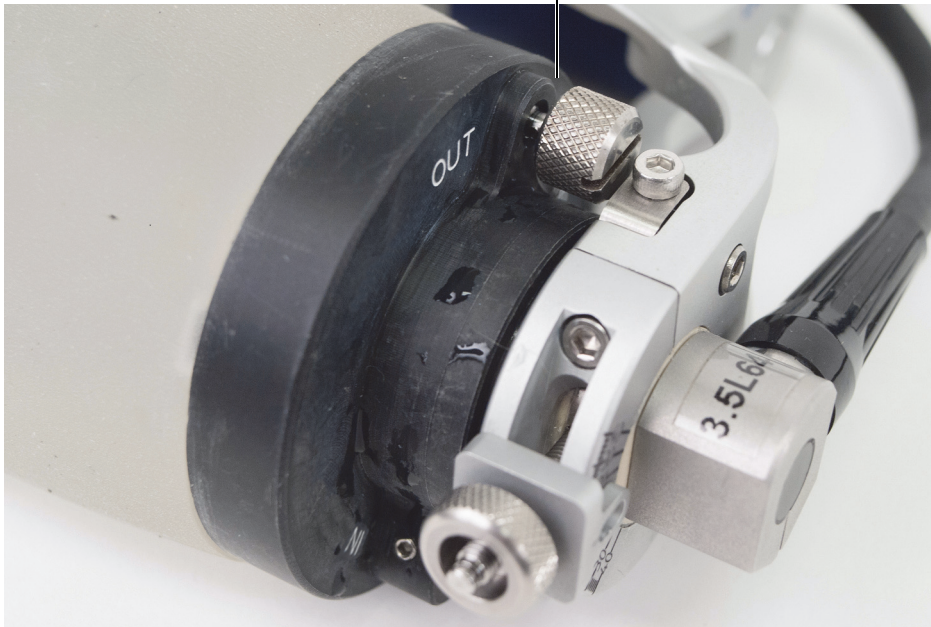

Figura 3-1 Válvula OUT aberta no flange
1. No flange da roda acústica no lado do cabo da sonda, certifique-se de que a válvula OUT está aberta girando-a uma volta e meia (Figura 3-1 na página 48).